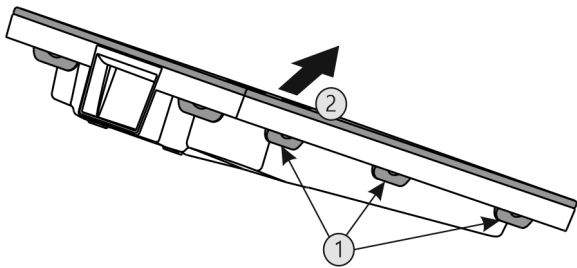

Fig. 72
- ▶ Натиснете всички езичета Fig. 72 (1) последователно и свалете капака Fig. 72 (2).